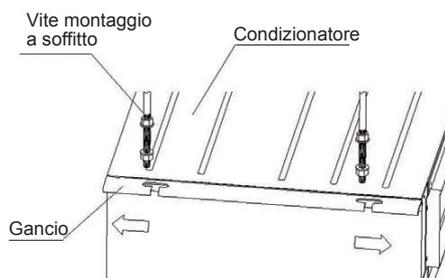

fig. 4
2. Installare il gancio dell'unità interna, come mostrato in Fig. 4.